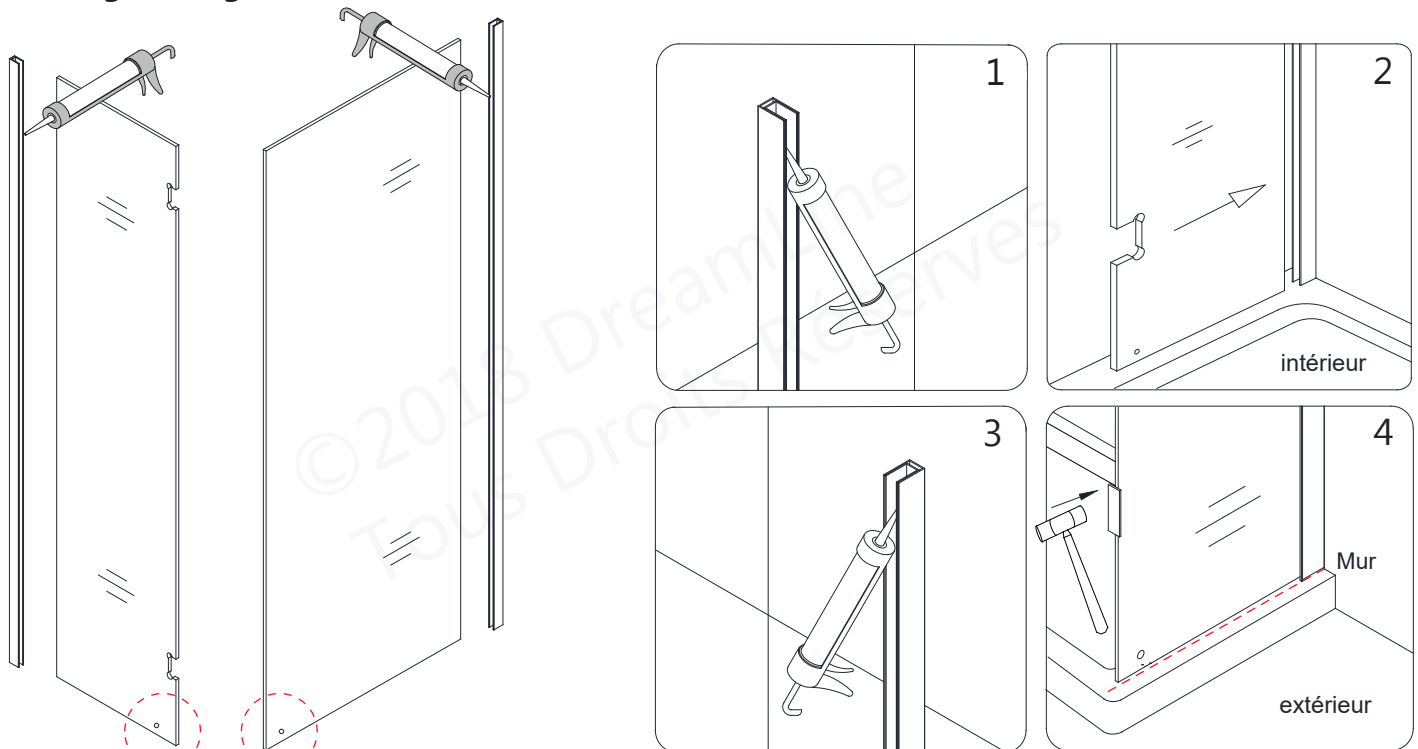

Fig 4
4. Ajoutez du silicone dans les **Profils en U d'Acier Inoxydable (N° 11)** avant d'installer le panneau vitré dans les profils. Si nécessaire, tapez légèrement avec un maillet en caoutchouc et un bloc de bois. (**Fig 4 et Fig 5**)